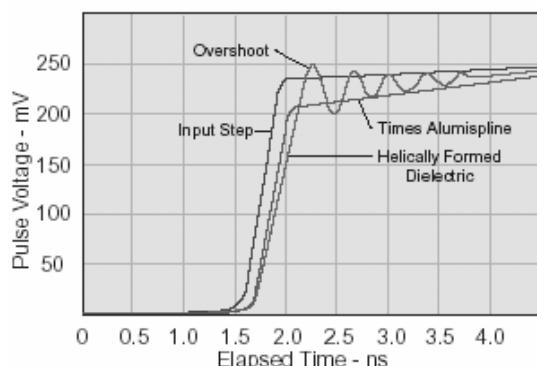

Figura 42. Respuesta a un escalón (amplitud de salida vs. Tiempo)
entrada, ancho del pulso y atenuación del cable. Una respuesta al pulso típica se muestra en las figuras 40 y 41, mientras que una respuesta típica a un escalón se muestra en la figura 42. Un incremento en la temperatura del cable produce un incremento en el tiempo de crecimiento y una reducción en la amplitud.
1. La figura 42 muestra el sobrepasamiento que puede ser encontrado en cables al aplicar un pulso de entrada con un tiempo de crecimiento de 0,1ns debido a las reflexiones finitas. Tal sobrepasamiento no es común en cables con dieléctricos longitudinalmente comprimidos.